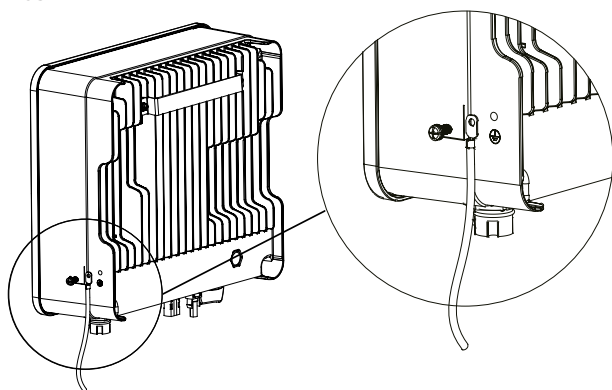

Fig. 21. Conexión del terminal de tierra.
2. Fijar el terminal de conexión a tierra al cable PE con una herramienta adecuada y bloquear el terminal de conexión a tierra al orificio de conexión a tierra en el lado inferior derecho del inversor, como se muestra en la Fig. 21.